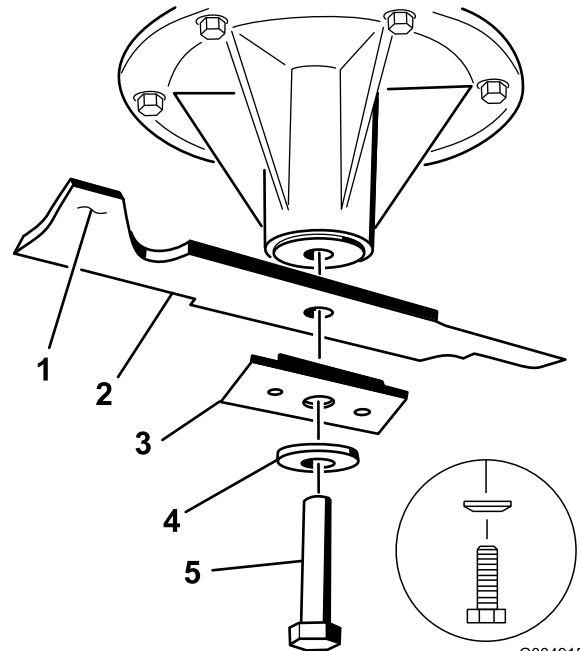

Bild 49
2. Entfernen Sie die Messerschraube, Wellenscheibe, Messerverstärkung und das Messer von der Spindelwelle (Bild 49).
- Setzen Sie das Messer auf die Spindelwelle (Bild 49).
Wichtig: Der Windflügel des Schnittmessers muss nach oben zeigen, um einen guten Schnitt sicherzustellen (Bild 49).
- Bringen Sie das Schnittmesser, die Verstärkung, die Wellenscheibe und die Messerschraube an (Bild 49).